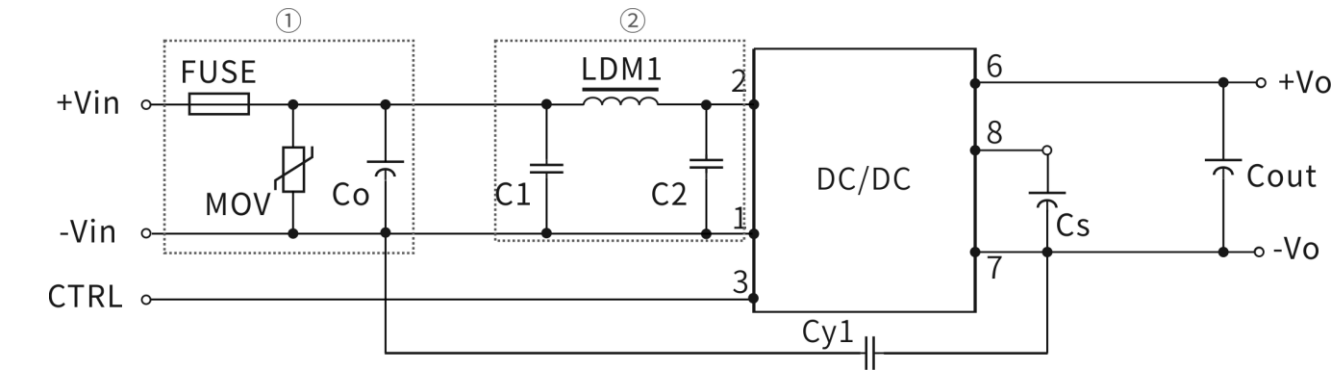

图 3
注：图 3 中第①部分用于 EMS 测试；第②部分用于 EMI 滤波，可依据需求选择。